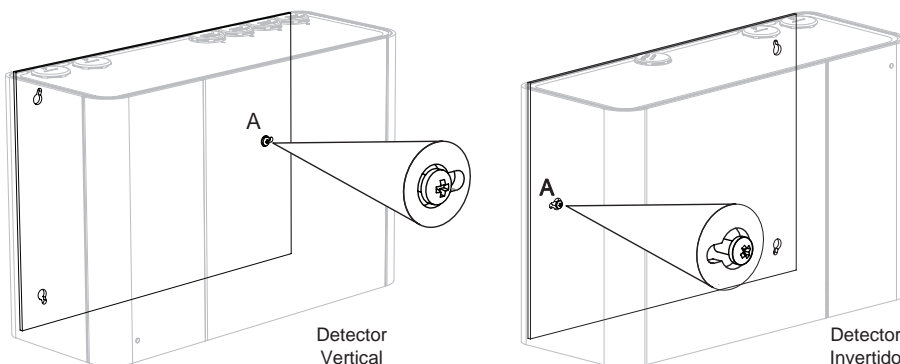

Figura 4-27: Colocación del detector sobre el tornillo
- Coloque el orificio derecho en la parte posterior del detector sobre la cabeza del tornillo derecho (A) (Figura 4-27).